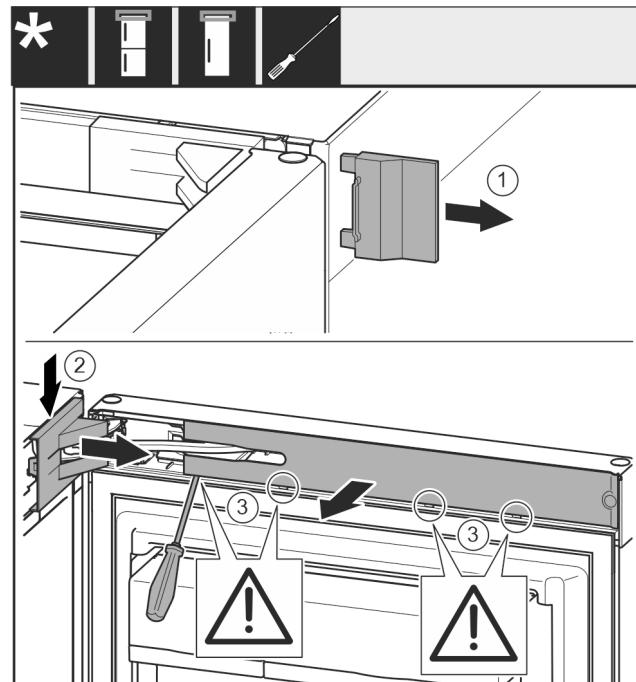

Fig. 5
- Skinite vanjski pokrov. Fig. 5 (1)
- Otkopčajte i otpustite pokrov podloška ležaja. Skinite pokrov podloška ležaja. Fig. 5 (2)
- Ravnim odvijačem otkopčajte masku i zakrenite je u stranu. Fig. 5 (3)